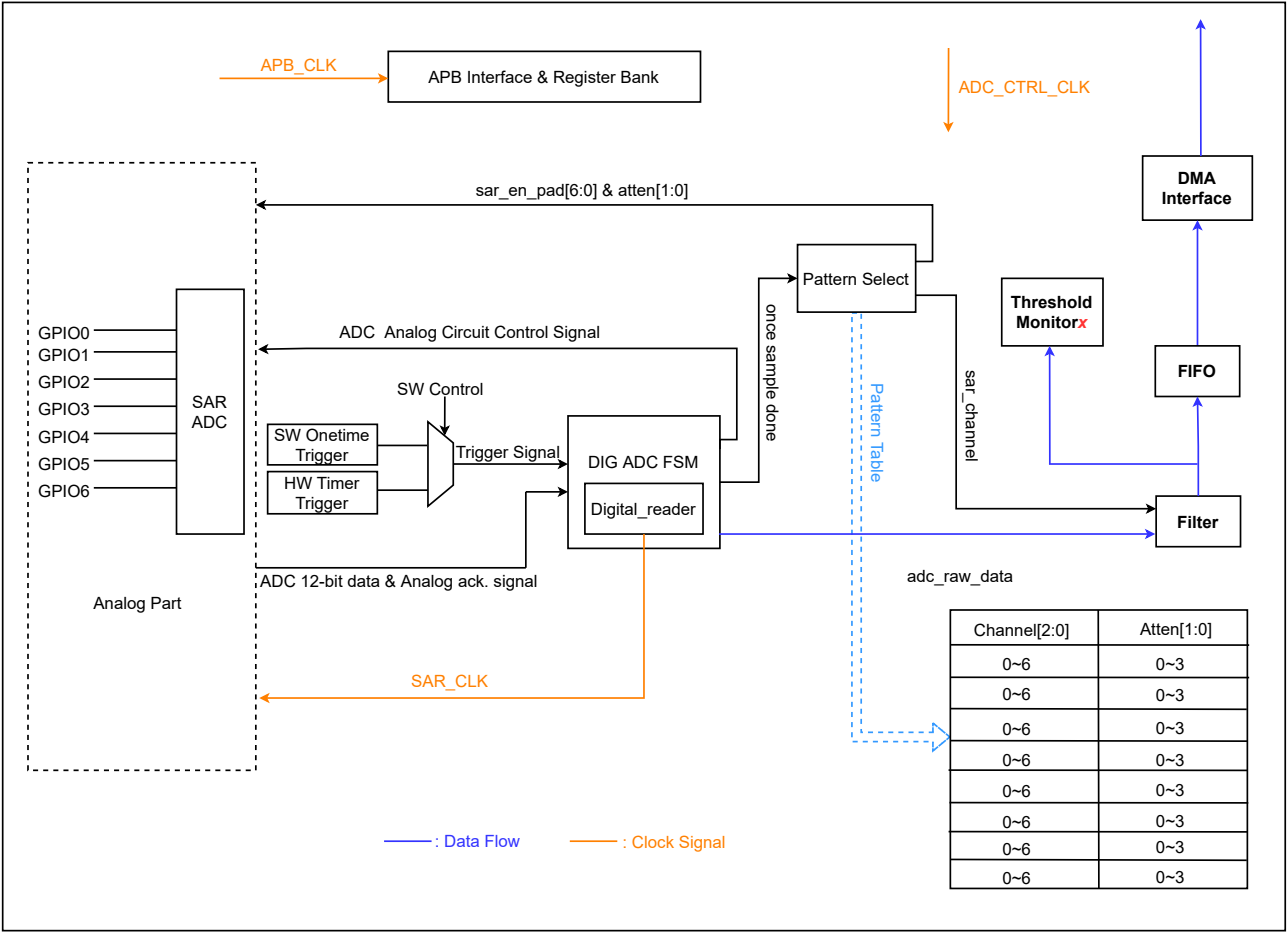

图 38-1. SAR ADC 的功能概况
SAR ADC 的主要子模块与连接情况见图 38-1。
如图 38-1 所示，SAR ADC 模块主要包括以下功能或子模块：
- 将数据传输给滤波器 (filter)，然后阈值监控器 (threshold monitor) 通过 DMA 将数据传输给内存（见图 38-1）；